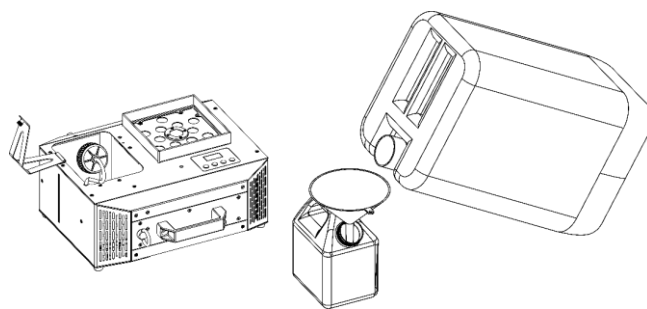

Fig. 33
- 07) Utilizzare un imbuto per versare il liquido per nebbia nel serbatoio, come mostrato nella Fig. 33.